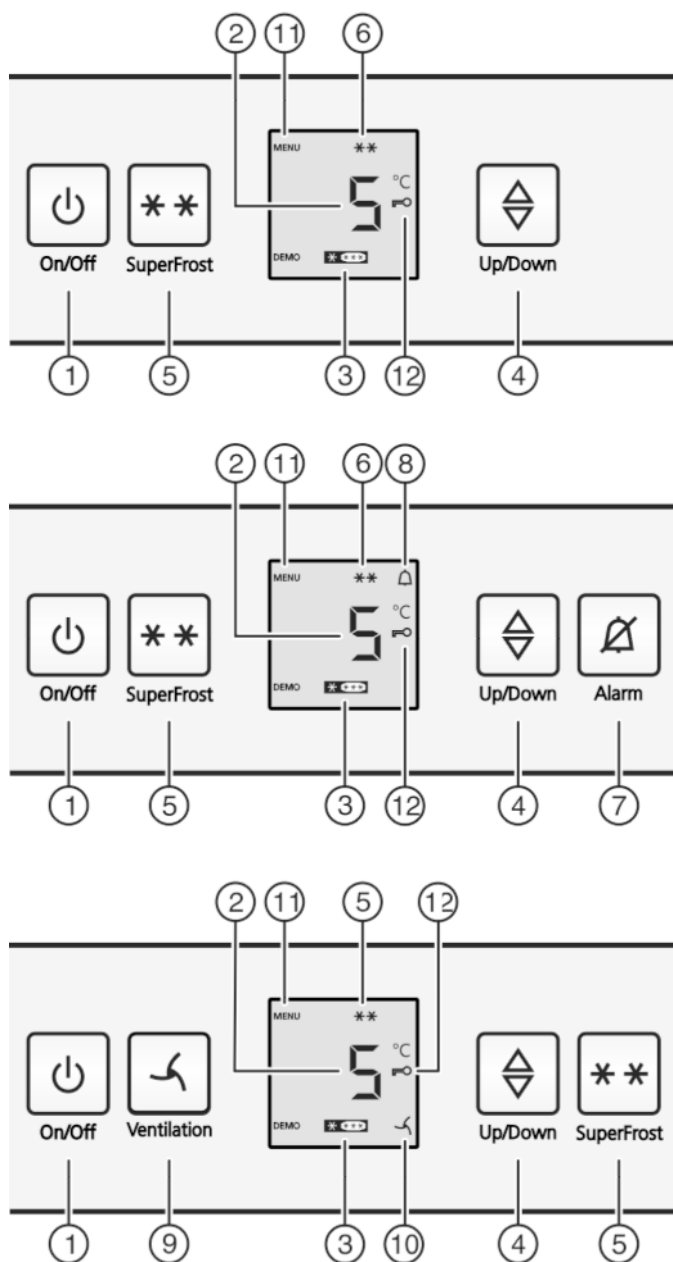

Fig. 2
- Appuyez sur la touche marche/arrêt Fig. 2 (1).
- Activer le mode de réglage : appuyer sur la touche SuperFrost Fig. 2 (5) pendant env. 5 secondes.
- ▷ Le symbole Menu Fig. 2 (11) apparaît dans l'affichage.
- Confirmez en appuyant brièvement sur la touche SuperFrost Fig. 2 (5).
- ▷ Le symbole Sécurité enfants Fig. 2 (12) s'allume dans l'affichage.
- Appuyer brièvement sur la touche On/Off Fig. 2 (1).
- ▷ Le symbole Sécurité enfants Fig. 2 (12) s'éteint.
- ▶ Appuyer sur la touche Alarme Fig. 2 (7).
L'affichage de la température clignote en même temps que le symbole Alarme Fig. 2 (8).
L'avertisseur sonore s'éteint automatiquement et le symbole Alarme Fig. 2 (8) et l'affichage de température arrêtent de clignoter lorsque la température est de nouveau suffisamment froide.